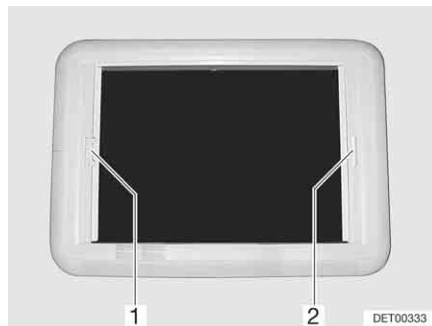

Bild 77 Heki-taklucka, rullgardinslås
- Mörkläggningsrullgardinen dras med handtaget (Bild 77,2) till insektsnätets (Bild 77,1) handtag på den motsatta sidan, där det hakas i.
- Tag med den andra handen tag i insektsnätets handtag och tryck låslisten (Bild 77,1) mot handtaget. Spärren lossas.
- Drag, med handtaget (Bild 77,1), insektsnätet till mörkläggningsrullgardinens handtag (Bild 77,2) på den motsatta sidan, där det hakas i.
- Håll fast insektsnätets (Bild 77,1) handtag och tryck låslisten mot handtaget. Spärren lossas.